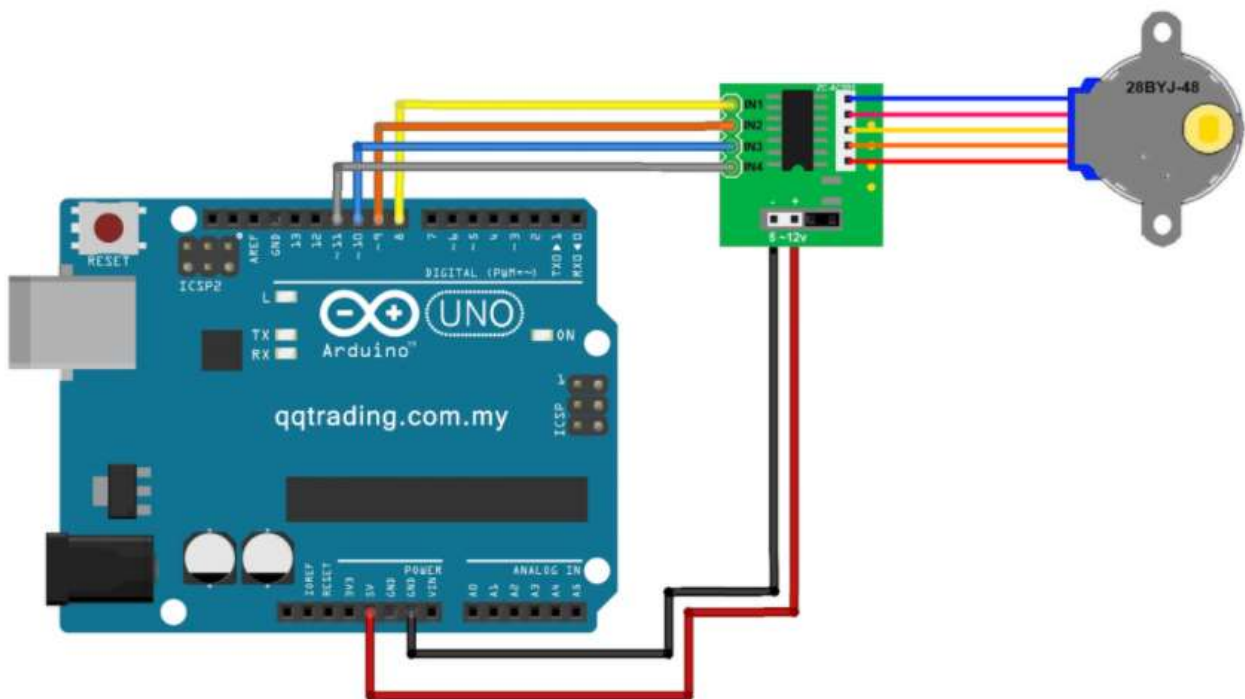

Рис.3.30 – Схема підключення крокового двигуна до плати керування.
**1.** Вибрати необхідні елементи та з'єднати їх згідно схеми підключення (рис.3.30)